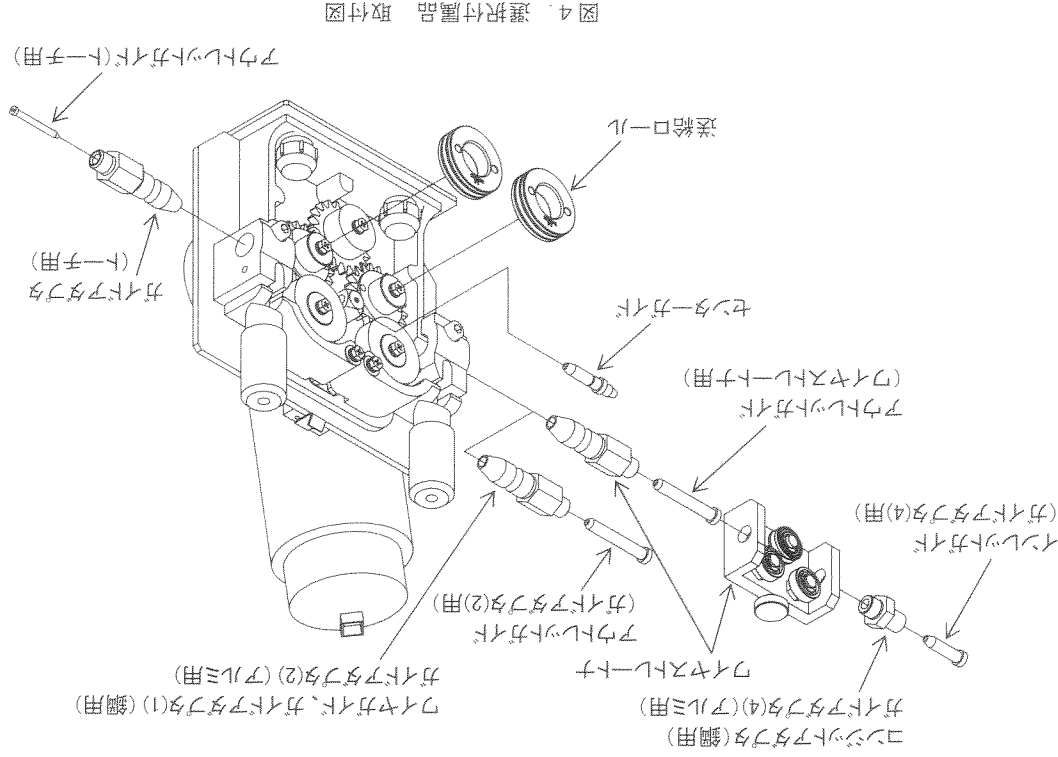

図4. 選択付属品 取付図
- (1) 送給ローラー・加圧ローラー (図4)
(2) センタ-ガイド (図4)
(3) トーチ接続用部品 (図4)